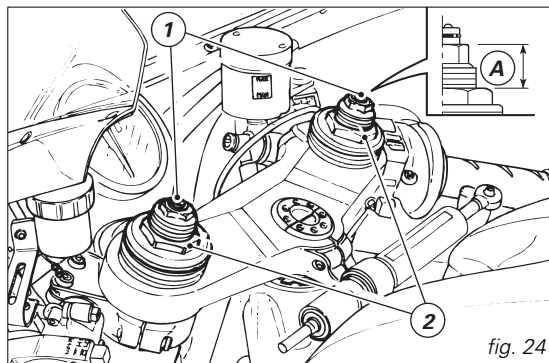

fig. 24
- 1) (fig. 24) para modificar el freno hidráulico en extensión;
- 2) (fig. 24) para modificar la precarga de los muelles internos;
El valor de la precarga (A, fig. 24) puede variar entre 25 y 10 mm.